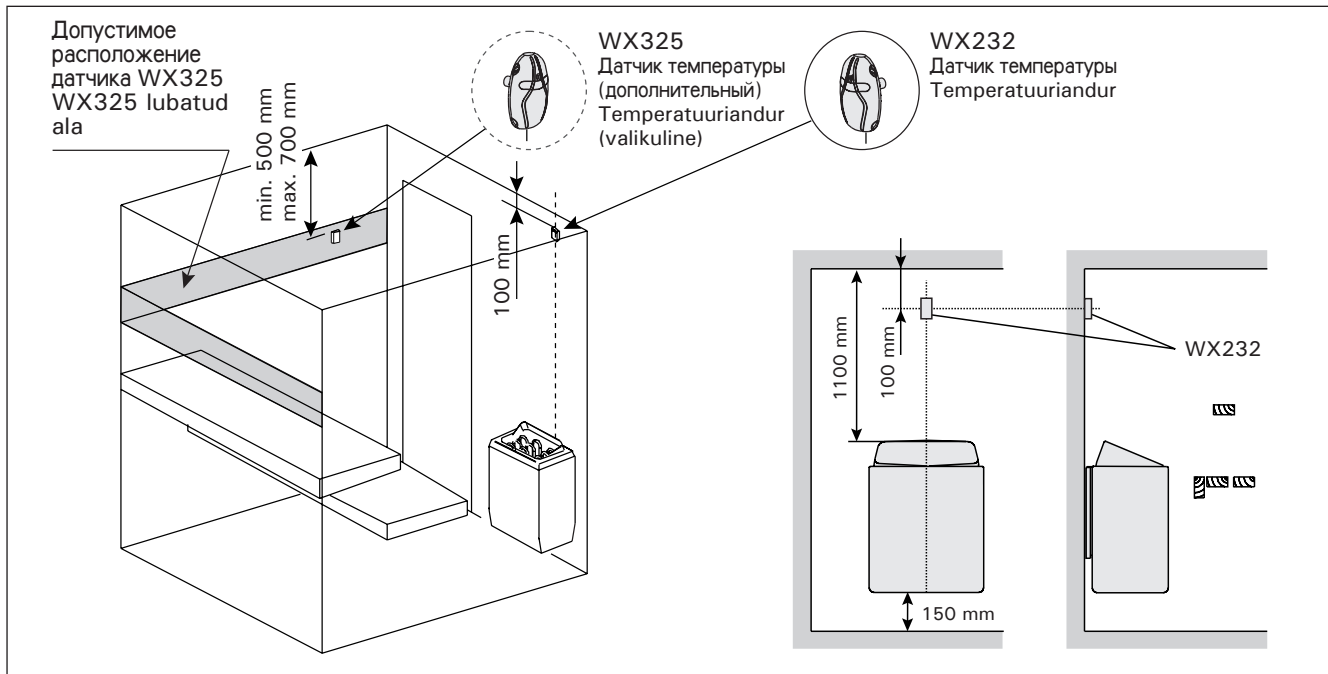

Рисунок 8. Расположение датчиков температуры относительно настенных нагревателей
3.3.1. Установка температурного датчика WX232 Настенные нагреватели (рис. 8)
Датчик температуры следует устанавливать на стену на максимально возможном удалении от каменки на расстоянии 500–700 мм от потолка. См. рис. 8 и 9.